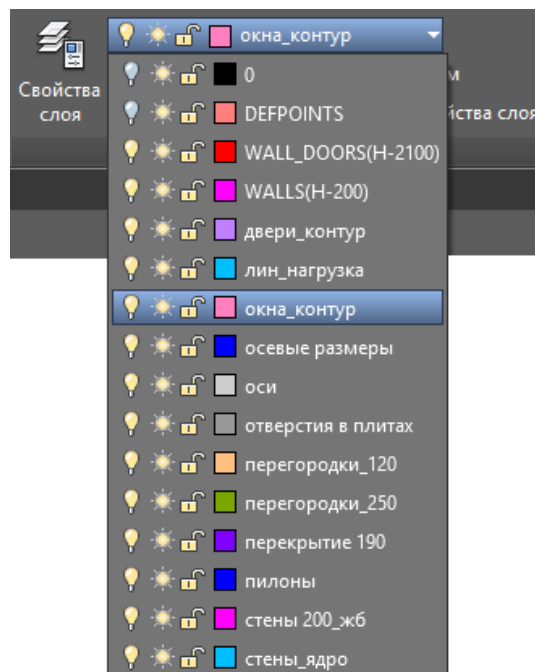

Рис.14.13. Раскрывающийся список слоев
- из раскрывающегося списка слоев выберите слой **окна_контур** (панель **Слои** на вкладке **Создание**) (рис.14.13);